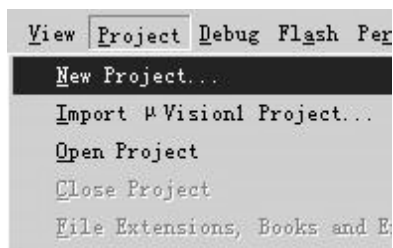
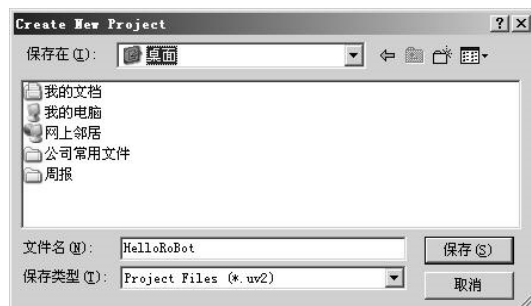

图 1-8 Project 菜单
图 1-9 Create New Project 对话框
(1) 单击 Project，会出现如图 1-8 所示的菜单画面，然后选择“New Project”，将出现如图 1-9 所示的对话框。